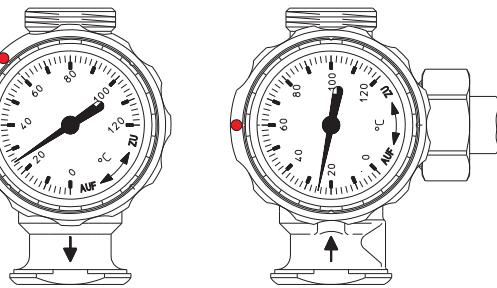

Fig. 15: Position des robinets à tournant sphérique
- Positionner les robinets à tournant sphérique et le clapet ATS (1) et (2) comme illustré (voir fig. 15).
- Ouvrir le robinet de vidange et de remplissage à tournant sphérique (7) de l'ensemble de sécurité.
- Ouvrir le robinet de vidange et de remplissage à tournant sphérique latéral (6) du débitmètre.